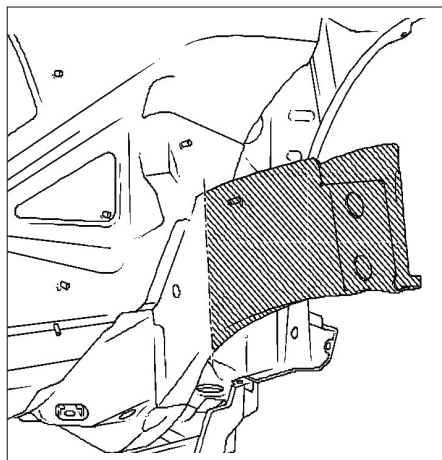

FIG. 25
- Couper la partie arrière du longeron en respectant la ligne de découpe (fig. 25).